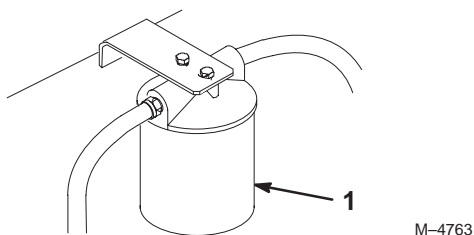

Figure 56
3. Placez un bac de vidange sous le filtre, déposez le filtre usagé et essuyez la surface du joint de l'adaptateur (Fig. 56).